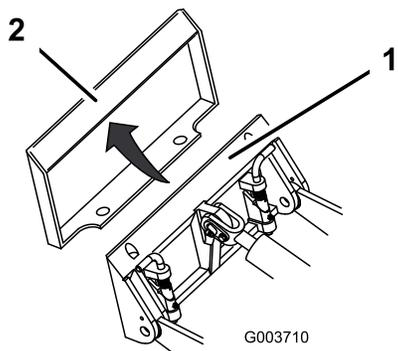

Рисунок 22
4. Введите монтажную поверхность в верхний выступ установочной пластины навесного приспособления (Рисунок 22).